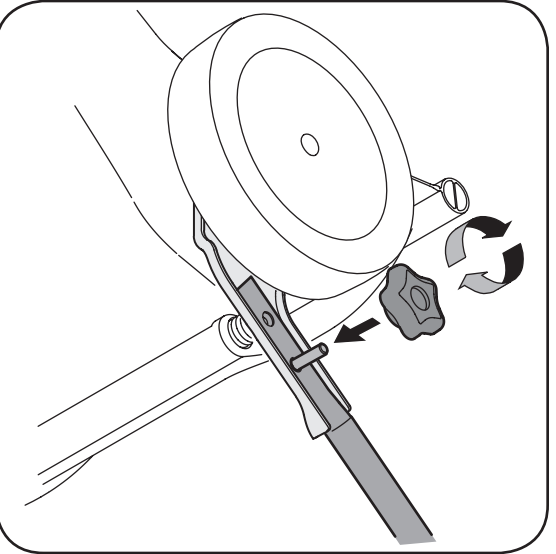

Figure 3-2
- Serrez les boutons en forme d'étoile qui maintiennent le guidon inférieur sur les supports de montage. Voir la Figure 3-2. Assurez-vous que le boulon ordinaire est bien enfoncé dans le guidon.